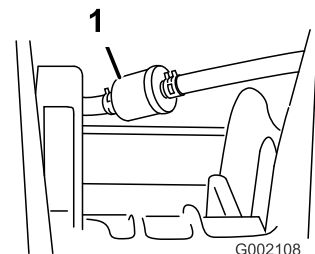

Figura 42
5. Retire os grampos que fixam o filtro de combustível às tubagens (Figura 42).